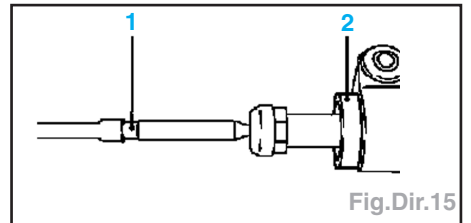

Fig.Dir.15
- Enfiler le soufflet neuf en veillant bien à ce qu'il repose bien dans les gorges (1 et 2) et remettre des colliers neufs (Fig.Dir.15).